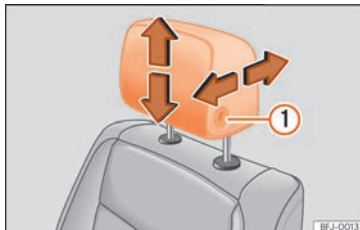
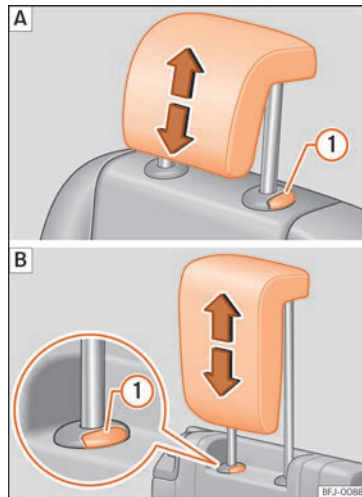

Abb. 142 Vordere Kopfstützen einstellen.
Abb. 143 Hintere Kopfstützen einstellen: **[A]** Zweite Sitzreihe, **[B]** dritte Sitzreihe.
- Schieben Sie die Kopfstütze in die entsprechende Pfeilrichtung nach unten oder oben. Um die vorderen Kopfstützen nach oben oder nach unten zu schieben, muss die Taste **»» Abb. 142** ⓘ gedrückt werden; bei den hinteren Kopfstützen muss die Taste **»» Abb. 143** ⓘ nur zum Absenken gedrückt **»**
- Schieben Sie die Kopfstütze bei gedrückter Taste »» **Abb. 142** **①** in der entsprechenden Pfeilrichtung nach vorn oder hinten.